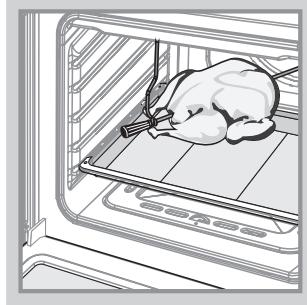

Рис.7
- Насадите на штык кусок мяса^{Крючок} или тушку птицы и закрепите его вилками посредством крепежных втулок. Закрепленный на штыке кусок мяса должен находиться точно под грилем (рис. 7).